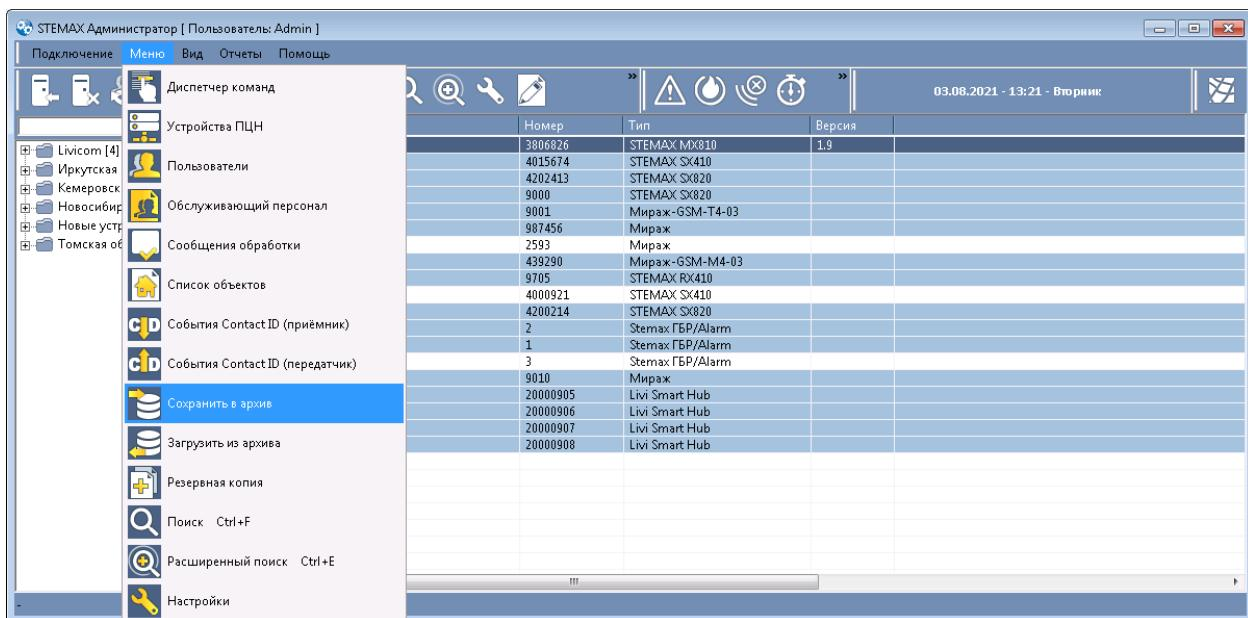

Рисунок 9.11 — Выбор пункта *Сохранить в архив*
- В Меню выберите пункт *Сохранить в архив* (см. рисунок 9.11).
- В *Меню* выберите пункт *Загрузить из архива* (см. рисунок 9.11).